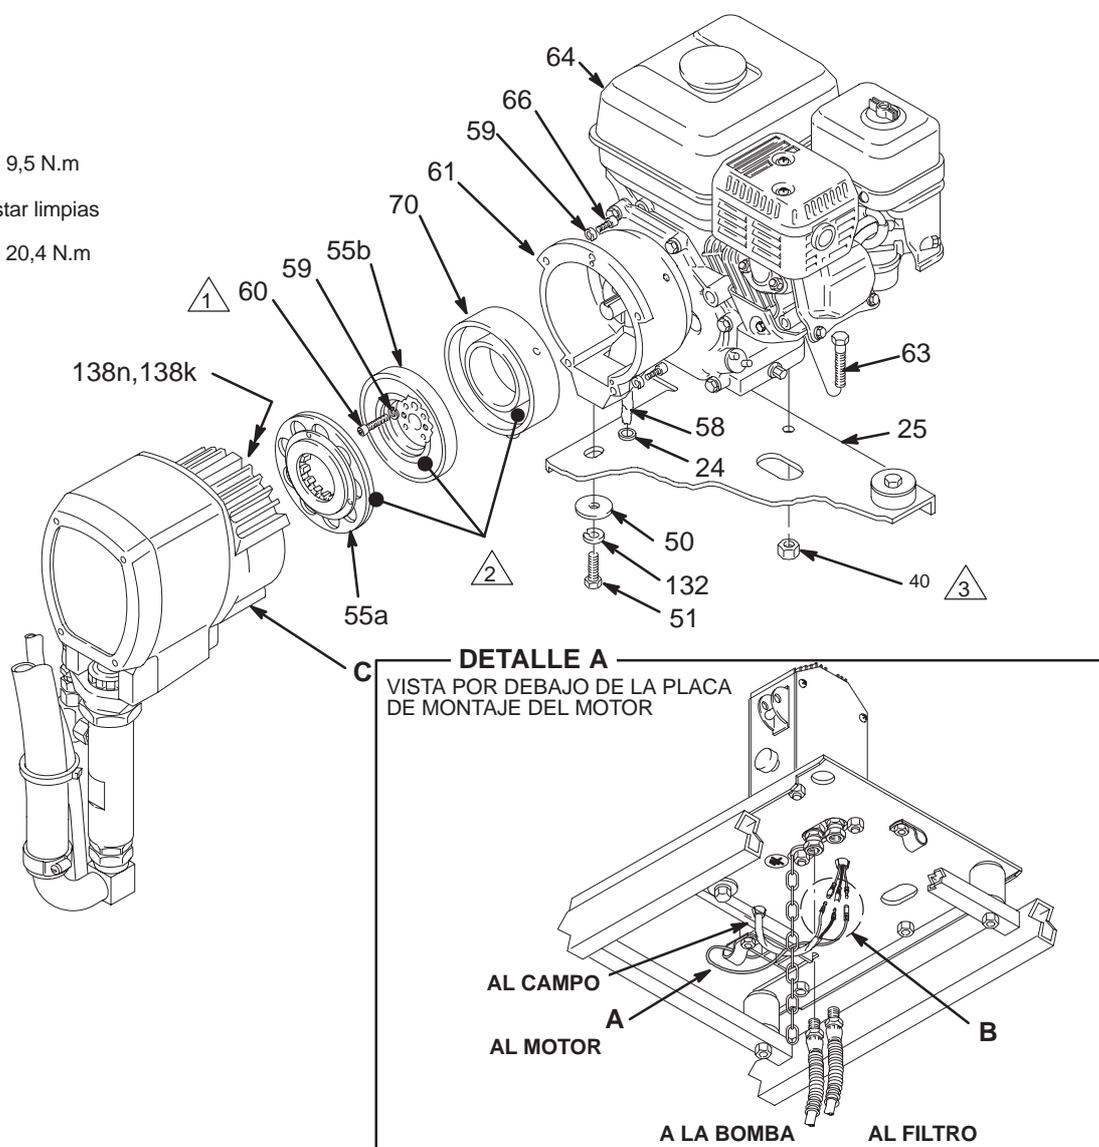

Fig. 45
- Colocar el conjunto **motor (64)** en el carro. Alinear los agujeros de montaje. Guiar el cable del motor (A) a través de la abrazadera en la parte trasera de la placa de montaje (25). Véase el detalle A. Guiar el cableado preformado (58) desde el campo, a través del anillo protector (24) en la placa de montaje (25). Instalar los tornillos de pestaña estriada (63) y las tuercas (40) y apretar a un par de 20,4 N.m. Instalar los pernos (51), las arandelas de seguridad (132) y la arandela (50) por debajo de la placa de montaje del motor para sujetar el cárter del embrague (61). Conectar el cable del motor (A) al cable rojo, y conectar los cables negro y blanco del control de presión en **B** tal como se muestra en el Detalle A. Fig. 45.
- Cerciorarse de que la cara del **rotor (55b)** y el campo (61) están libres de aceite y contaminantes. Instalar el rotor, las arandelas de seguridad (59) y los pernos (60). Apretar los pernos a un par de 7 libras-pie (9,5 N.m). Véase la Fig.45.
- Montar el **conjunto del cárter/piñón (C)** en el alojamiento del embrague, utilizando los tornillos de cabeza (67) y las arandelas de cierre (59). Véase la Fig. 45.